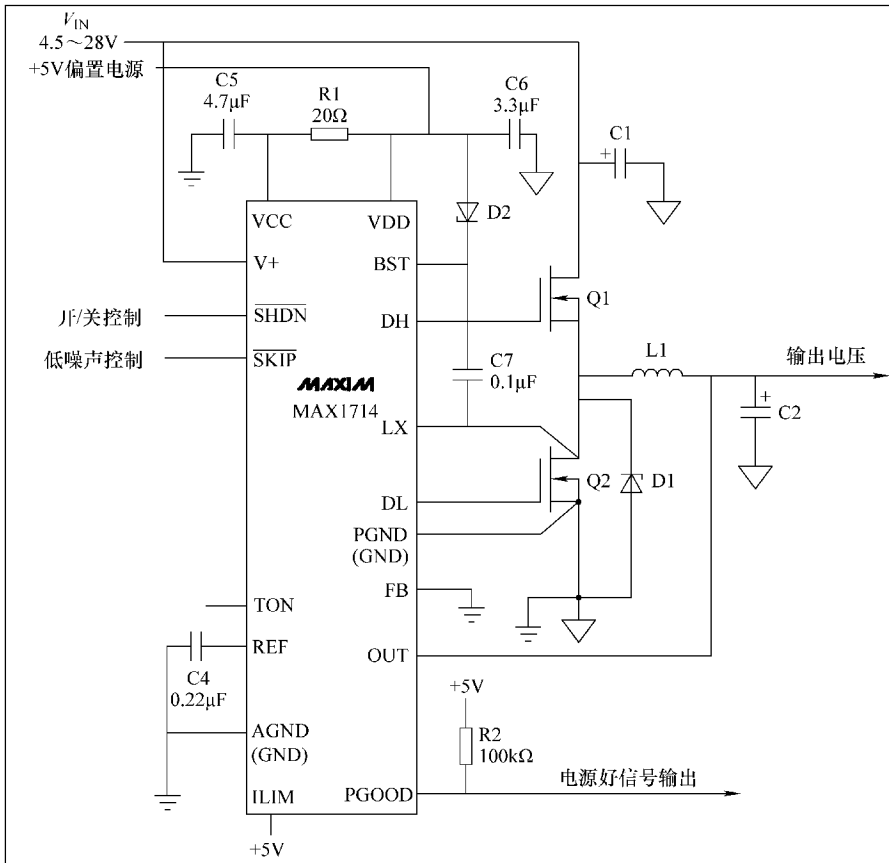

图 5-5 由 MAX1714 组成的 CPU 外核供电代表电路
5. 由 MAX1714 组成的 CPU 外核供电代表电路 (见图 5-5)